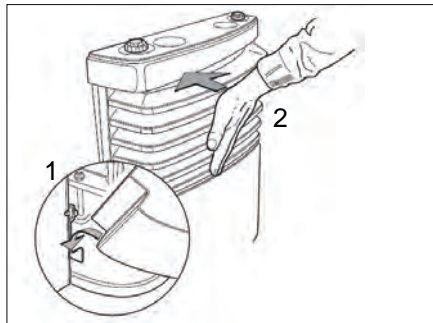

Bild 111 Sätt på hölje till värmeaggregatet
- Montera höljet på värmeaggregatet. Häng höljet i de undre lagren (Bild 111,1).
- Sväng in höljet tills låsspakarna snäpper fast hörbart (Bild 111,2).